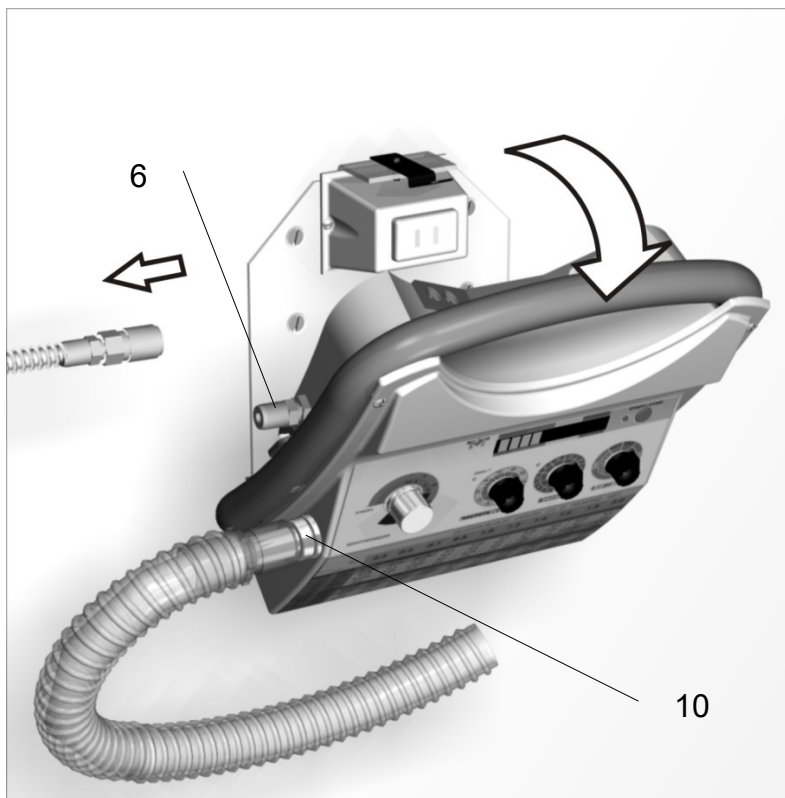

Рис.6
4.5. Для проведения реанимационных мероприятий в палатах интенсивной терапии или в специальном транспорте кислород к аппарату подводится с помощью шланга питания от кислородной магистрали или от любого другого источника с давлением на выходе от 0,3 до 0,5 МПа (от 3 до 5 кгс/см²). Шланг питания подключается с помощью быстроразъемного соединения к штуцеру подвода питания 6 (рис.6), расположенному на боковой поверхности аппарата.
На выходном штуцере размещается поворотная ручка переключателя 10 (рис.6), регулирующего состав кислородно-воздушной смеси (55 или 100 % O₂).